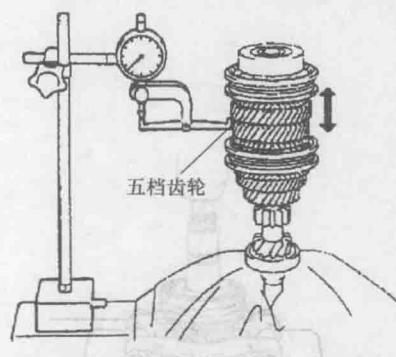

图 1-17 检测五档齿轮轴向间隙
17) 如图 1-17 所示, 检测五档齿轮轴向间隙, 标准值为 $0.1 \sim 0.50\text{mm}$ 。